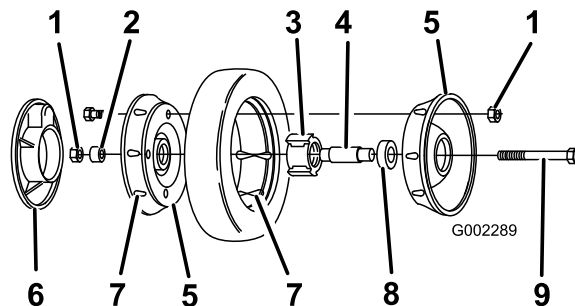

Figure 31
3. Retirez le boulon, la bague d'espacement et le contre-écrou qui fixent la roue au bras de pivot (Figure 31).
4. Séparez du pneu les deux moitiés de la roue en retirant les 4 boulons et 4 contre-écrous (Figure 31).
**Remarque:** Pour extraire les roulements de l'ensemble moyeu/roulements, appuyez sur la douille d'écartement des roulements (Figure 31).
1. Posez le pneu sur une des demi-roues, en faisant correspondre les reliefs (Figure 31).
2. Placez l'ensemble roulement/moyeu dans le trou central de la moitié de roue. Les ailes du moyeu doivent reposer sur le flasque de l'ouverture (Figure 31).
3. Posez l'autre demi-roue sur l'ensemble moyeu/roulement en faisant correspondre les trous et les reliefs de la roue et du pneu (Figure 31).
4. À l'aide de 2 vis ou boulons entièrement filetés (1/4-20 x 1,50 pouce) et d'écrous non-bloquants, réunissez les deux moitiés de roue sans les serrer. Installez les vis ou les boulons dans les trous opposés (Figure 31).
pour assurer un serrage uniforme, jusqu'à ce que les demi-roues soient réunies (Figure 31).
6. Montez et serrez les 2 boulons et les 2 contre-écrous retirés auparavant dans les trous libres des demi-roues. Retirez les 2 vis ou boulons longs et remplacez-les par 2 boulons et 2 contre-écrous (Figure 31).
7. Posez la roue sur le bras de pivot à l'aide des boulons, d'une entretoise et d'un contre-écrou. Vérifiez si la bague est bien placée entre le moyeu de la roue et le bras de pivot (Figure 31).